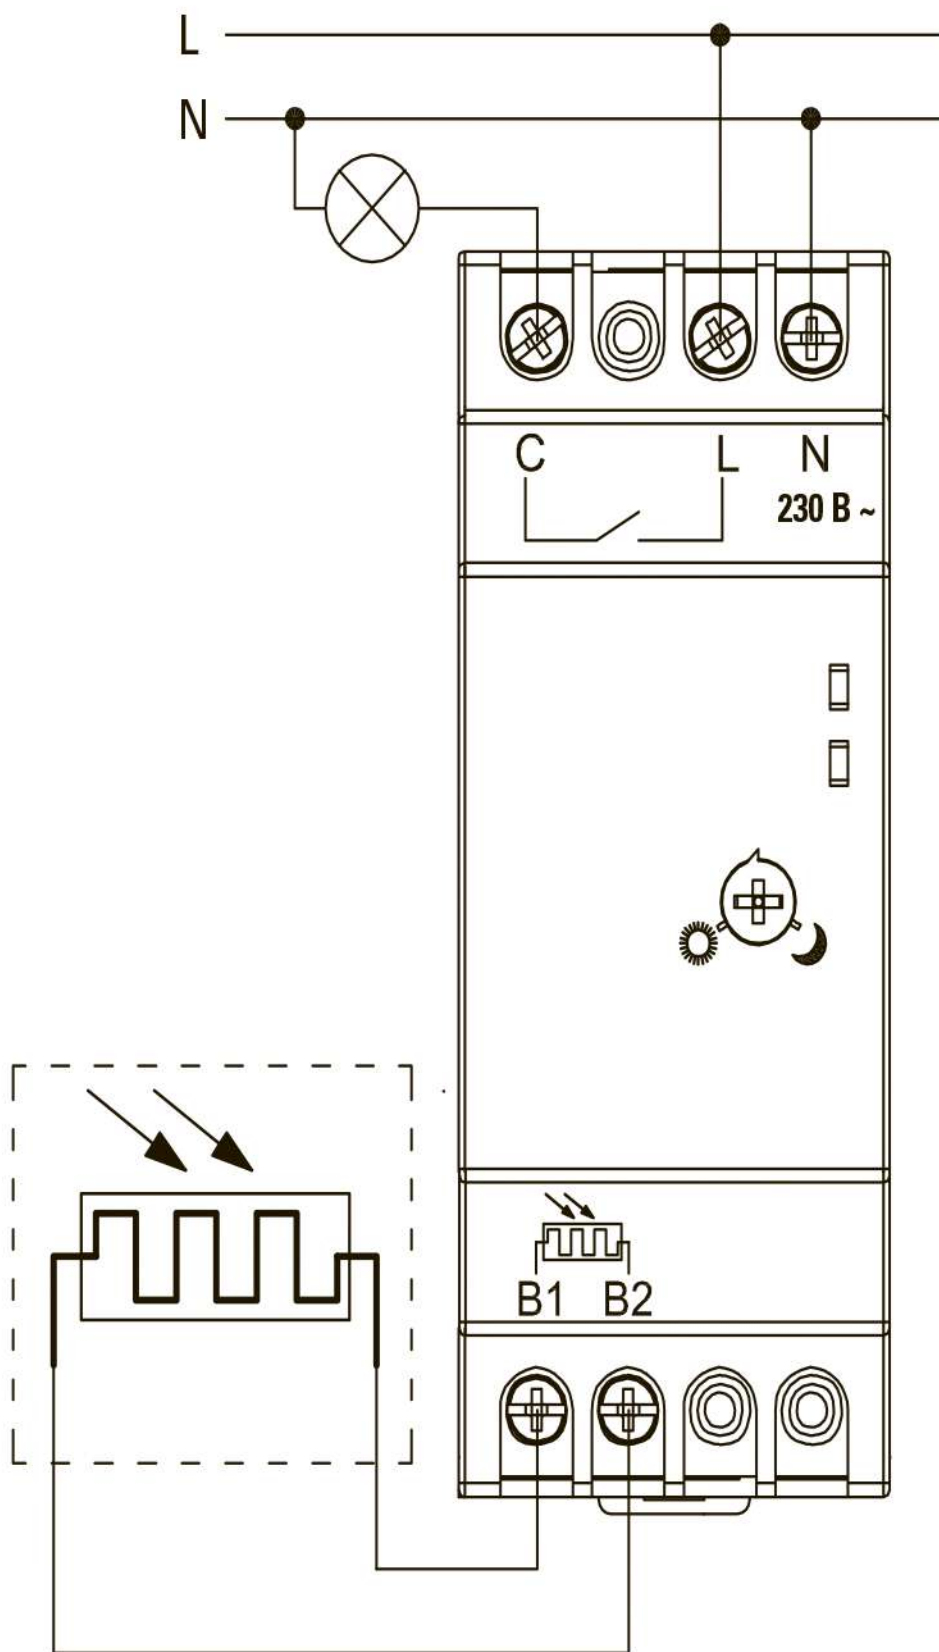

Рис.3 Схема подключения фотореле DIN-1 (ФР)
3. Присоедините провода в соответствие со схемой на Рис. 3.
4. Установите датчик в месте, доступном для попадания солнечных лучей, но при этом вдали от посторонних источников освещения. Подключите датчик к реле в соответствии со схемой на Рис. 3.